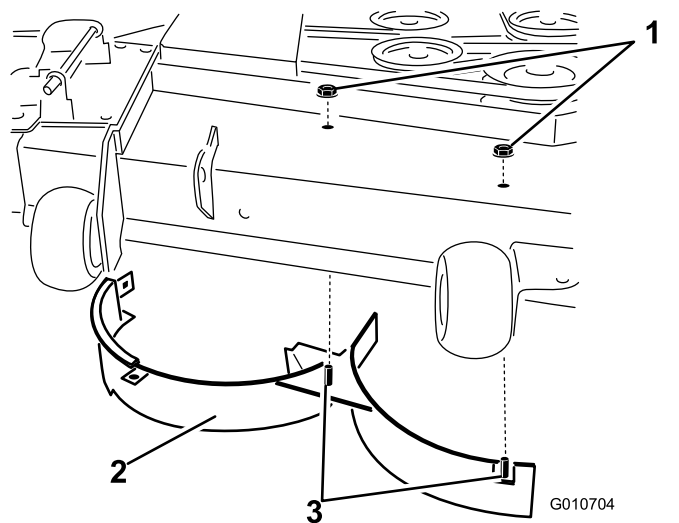

Figura 36
12. Retire el perno de cuello cuadrado y la contratuerca que sujetan el deflector derecho a la parte superior de la carcasa del cortacésped, y retire el deflector derecho de la carcasa del cortacésped (Figura 36).
11. Retire las 2 contratuercas (5/16") que sujetan las clavijas soldadas del deflector derecho a la parte superior de la carcasa del cortacésped en las posiciones centro y centro derecha (Figura 36).